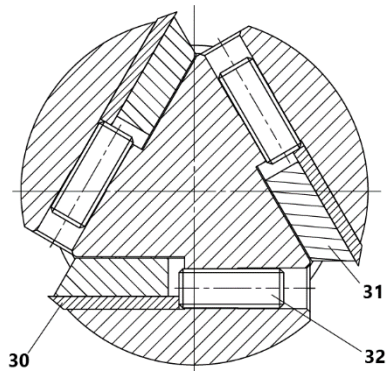
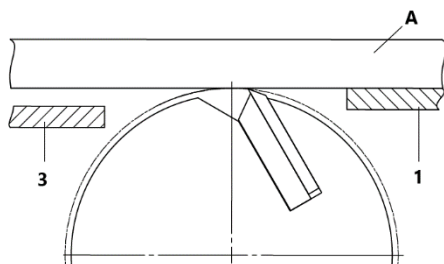

Рисунок 10 Регулировочное устройство
Рисунок 11 Схема проверки ножей
Закручиванием/выкручиванием винтов 32 (рис. 10) шестигранным ключом $s=3$ мм отрегулировать ножи 30 так, чтобы острие ножа слегка касалось проверочной линейки А, установленной на столе приёмном 1 (рис. 11).
- выставить приемный стол с помощью ручки 6 так, чтобы при вращении ножевого вала строгальные ножи слегка касались линейки (рис. 11).